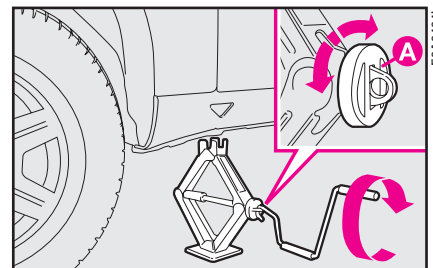
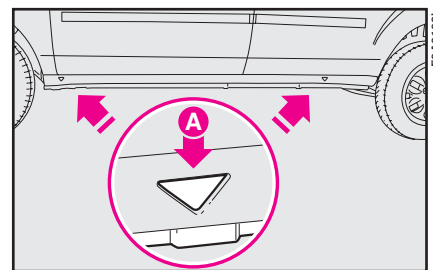

рис. 7
рис. 8
10) Вращая ручку **A** домкрата, слегка раскройте его (рис. 7). Установите домкрат напротив метки **A** рядом с колесом, подлежащим замене (рис. 8).